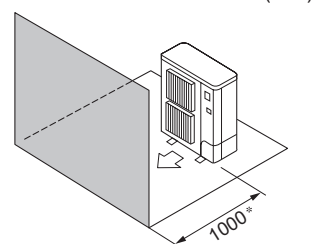

Fig. 2-6
④ Obstacles à l'avant (Fig. 2-6)